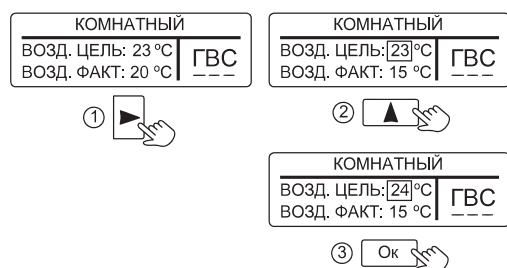

Рисунок 11. Настройка температуры воздуха
10.5 «КОМНАТНЫЙ» – режим поддержания комфортной температуры воздуха в помещении. Датчик температуры воздуха устанавливается внутри помещения. Заводская настройка +23°C. Изменение настройки показано на рис.11.